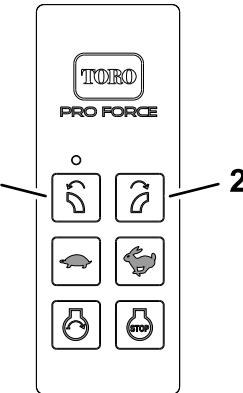

Figure 40
4. Appuyez simultanément sur les boutons de ROTATION À GAUCHE et ROTATION À DROITE de l'embout (Figure 40).
7. Appuyez de manière prolongée sur le bouton de ROTATION À GAUCHE (Figure 40).
8. Maintenez le bouton de ROTATION À GAUCHE enfoncé (Figure 40) et tournez la clé de contact à la position CONTACT.
9. Relâchez le bouton de ROTATION À GAUCHE (Figure 40) et tournez la clé de contact à la position ARRÊT.